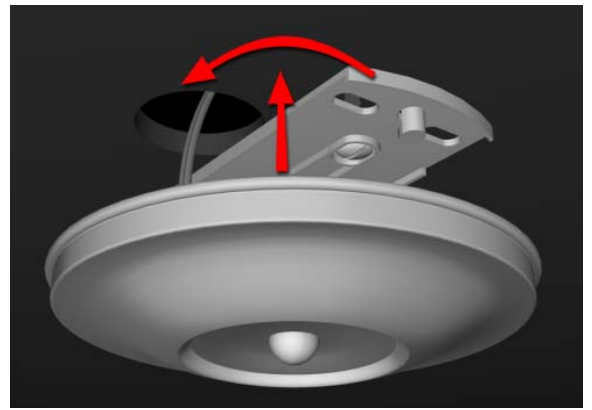

Figura 2: movimientos para la fijación del sensor.
- ✓ Encajar las guías circulares del sensor con los enganches de la pieza de anclaje, y girar ligeramente el sensor en sentido anti horario hasta que quede sujeto (figura 2).